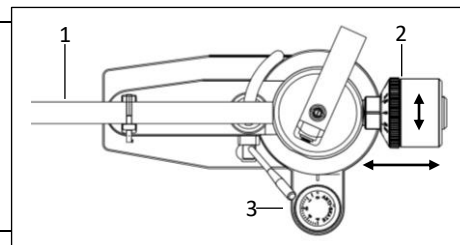

Abb. 2
Das mitgelieferte Gegengewicht (2) muss am Tonarm (1) aufgeschraubt werden. (Abb. 2)
5. Den Antiskating-Einstellknopf (3) durch drehen auf "0" stellen. (Abb. 2)
6. Den Tonarm durch hin- und herdrehen des Gegengewichtes (2) waagerecht ausbalancieren.